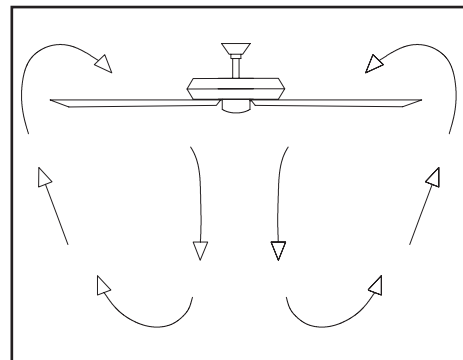

Figura 14
**Clima cálido** - (Hacia adelante) Un flujo de aire hacia abajo surte efecto refrescante, como se muestra en la Figura 14. Esto permite fijar tu aire acondicionado en configuración más alta sin afectar tu comodidad.